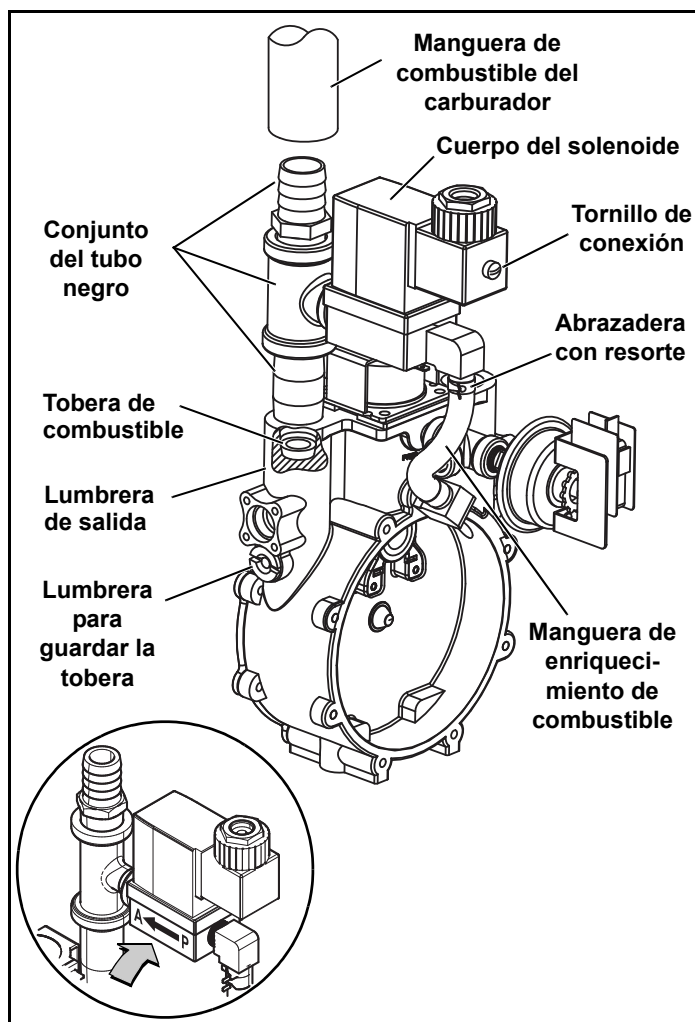

Figura 2-3. Conjunto del regulador de demanda
3. Retire la manguera de combustible del carburador de la lumbrera de salida. Vea la Figura 2-3.
NOTA: El solenoide se debe instalar con la flecha de flujo orientada hacia el conjunto del tubo negro. Vea el recuadro de la Figura 2-3.